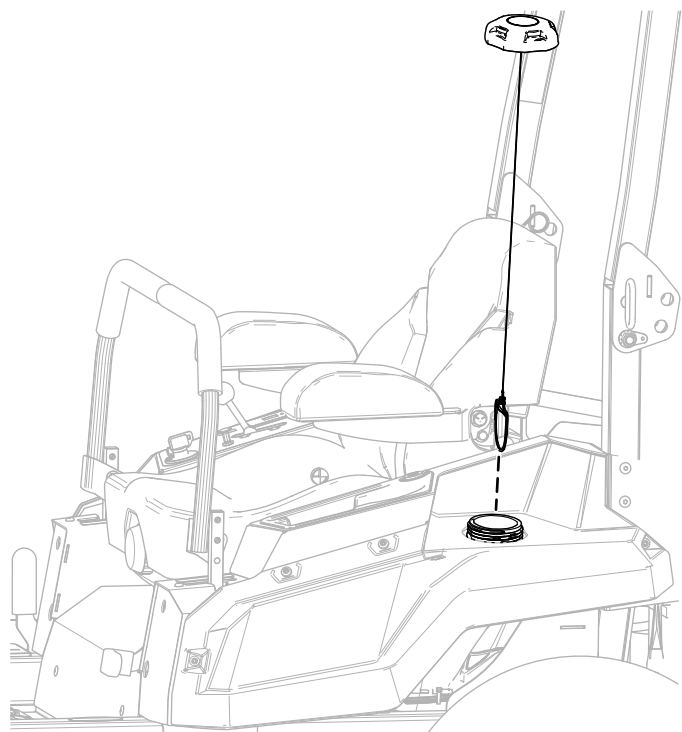

図 3
1. 左側ポッドにある燃料タンクキャップを外す 図 3。キャップは無くさないように保管する。
3. 燃料タンクにキャップを取り付ける 図 3。